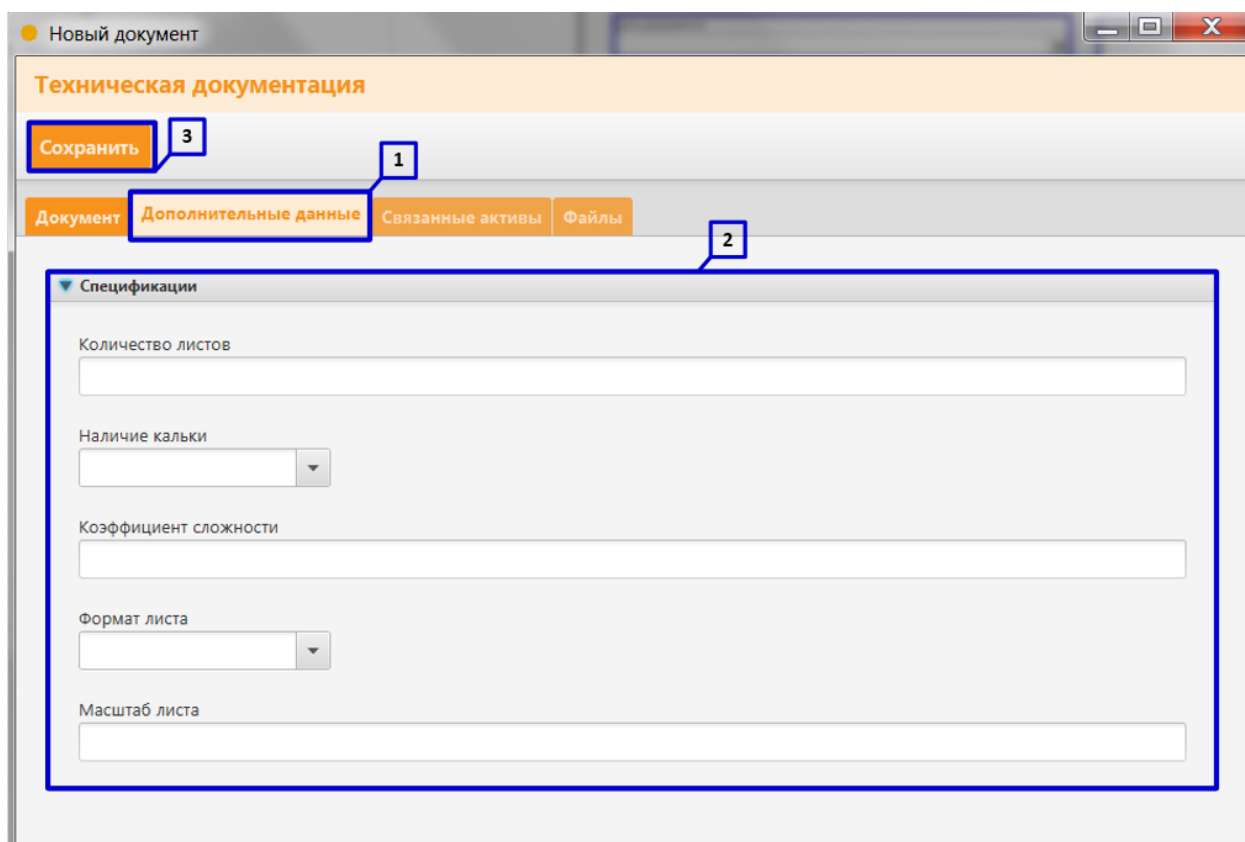

Рисунок 53. Создание документа вкладка «Дополнительные данные»
12. Откройте вкладку «Дополнительные данные» (**Рисунок 53 пункт 1**);
13. Заполните поля раздела «Спецификации» (**Рисунок 53 пункт 2**). Перечень спецификаций документа зависит от выбранной классификации (**Таблица 10**);
(Рисунок 53 пункт 3);